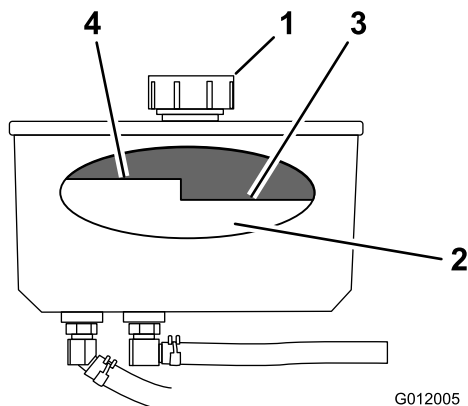

Figura 72
4. Pulite la zona attorno al tappo e al collo del bocchettone del serbatoio idraulico (Figura 72).
5. Togliete il tappo dal collo del bocchettone (Figura 72).
Nota: Il livello del fluido (caldo) deve essere inferiore al segno di livello 'caldo' del deflettore (Figura 72).